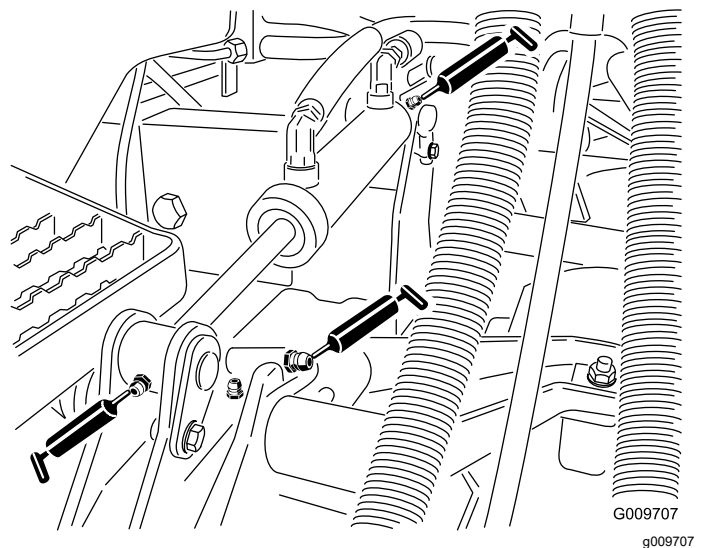

Figura 77
- Boccole del braccio di sollevamento (1 per apparato di taglio) come illustrato nella Figura 77
- Boccole del cilindro di sollevamento (2 per apparato di taglio) come illustrato nella Figura 77